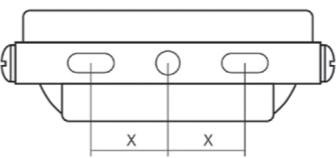

Рисунок 1
- а) Прочно закрепите кронштейн прожектора на поверхности при помощи минимум двух шурупов (в комплект не входят, выбор шурупов зависит от типа поверхности для крепления), как показано на рис. 1.